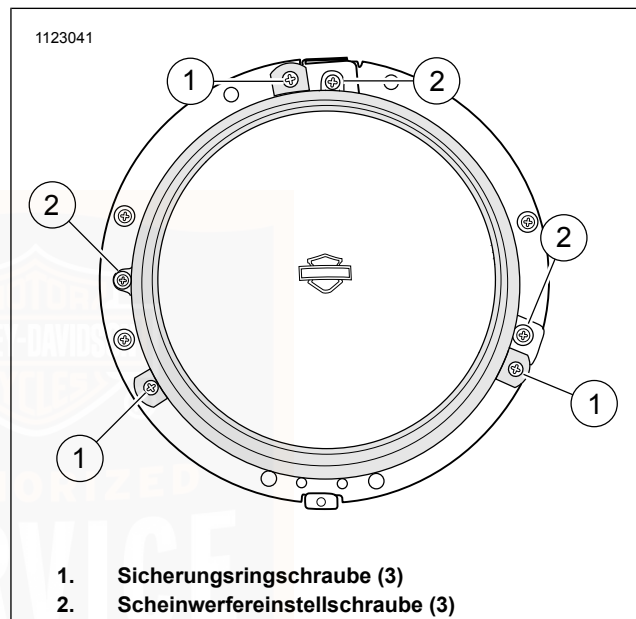

Abbildung 94. Scheinwerfer-Sicherungsring
3. Siehe Abbildung 94. Die Schrauben (1) entfernen, mit denen der Sicherungsring befestigt ist.
2. Siehe Abbildung 94. Scheinwerferbaugruppe mit Sicherungsring und Schrauben (1) befestigen. Festziehen.